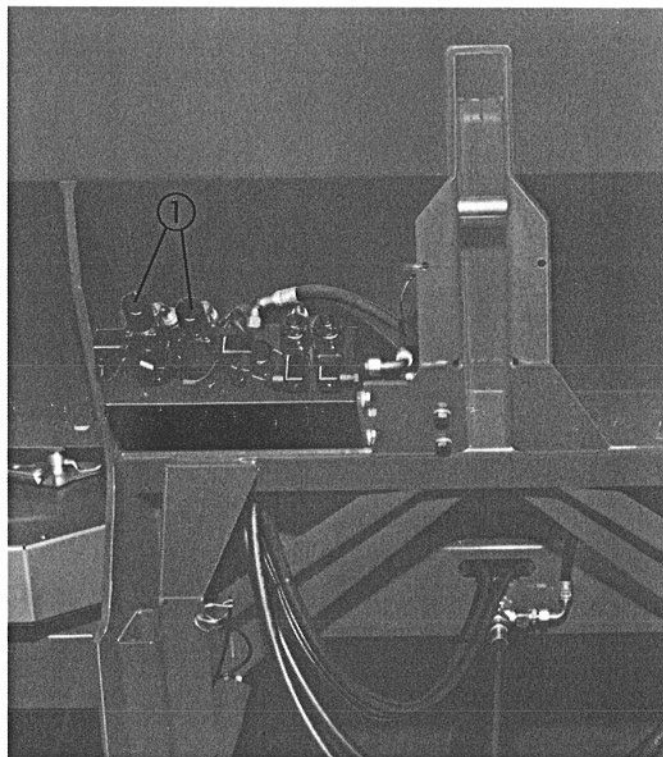

Bild 2b
- ◆ Am Hydraulikschaltblock müssen die Schutzkappen (siehe Bild 2b; Nr.1) der Proportionalregelventile abgenommen und die Handräder manuell komplett geöffnet werden (Handräder nach links bis zum Anschlag drehen).